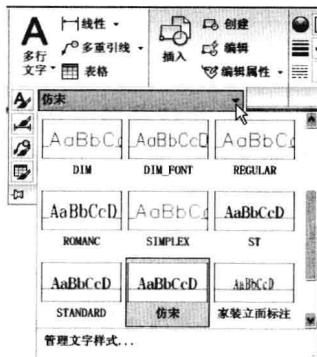

图 5-2-5
(1) 单击“常用”选项卡，单击“注释”面板名称，展开面板，显示隐藏的按钮，单击文字样式下的名称，展开文字样式名称列表，如图 5-2-5 所示，选择文字样式名称“仿宋”。